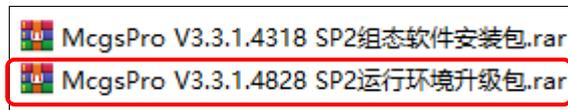

图 1.1-1 运行环境升级包
如图 1.1-1 所示，McgsPro 运行环境升级包一般跟随 McgsPro 组态软件一起发布。该升级包可强制将 TPC 运行环境升级到目标版本，无视 TPC 当前运行环境版本。
- ① 解压图 1.1-1 所示的运行环境升级包，拷贝解压文件“tpcbakup”到 U 盘；